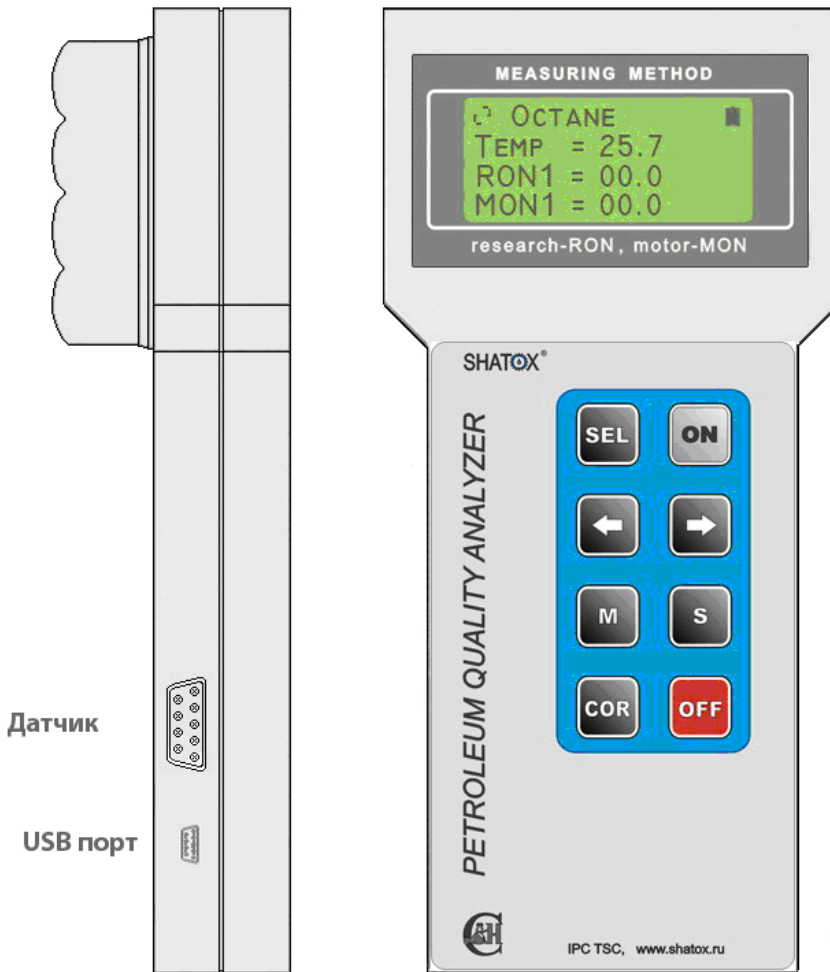

Рис.2. Внешний вид прибора (электронный блок)
2.3.4. Электронный вычислительный блок обрабатывает сигнал датчика, производит все необходимые вычисления, а также непрерывно тестирует состояние основных функциональных узлов прибора. Внешний вид электронного вычислительного блока представлен на рис.2.